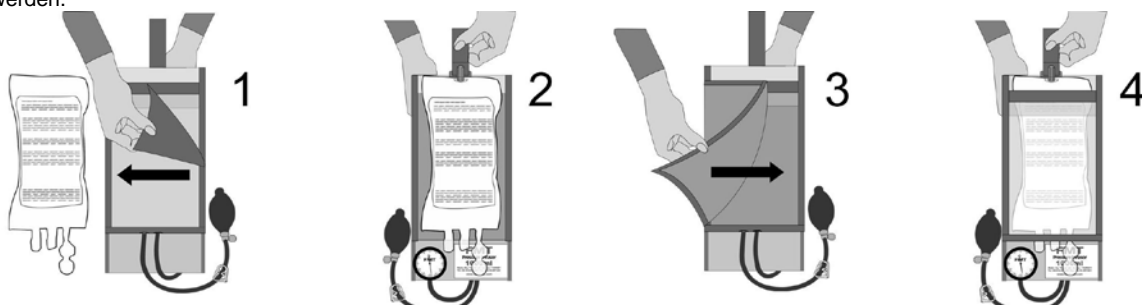

Abbildung 2: Anwendung des IV-Flüssigkeitsbeutels an der Wickel-Druckinfusionsmanschette, FMT-PI/10, 1000 ml
- 2- Hängen Sie die Druckinfusionsmanschette mit der Schlaufe (1) oben an der Manschette an den Infusionsständer.
- 4- Hängen Sie den Infusionsbeutel an den Manschettenhaken (2) unter der Schlaufe. Führen Sie den Infusionsschlauch gerade nach unten.
- 5- Wickeln Sie das Netzfeld fest um den Flüssigkeitsbeutel und befestigen Sie es am Klettverschluss an der Rückseite der Infusionsmanschette (siehe Abbildung 2).
- 6- Öffnen Sie die Klemme (7) am Manschettenzufuhrschlauch.
- 7- Drehen Sie das Rändelrad der Aufblaspumpe (5) im Uhrzeigersinn, um die Entlüftung des Luftventils zu schließen.